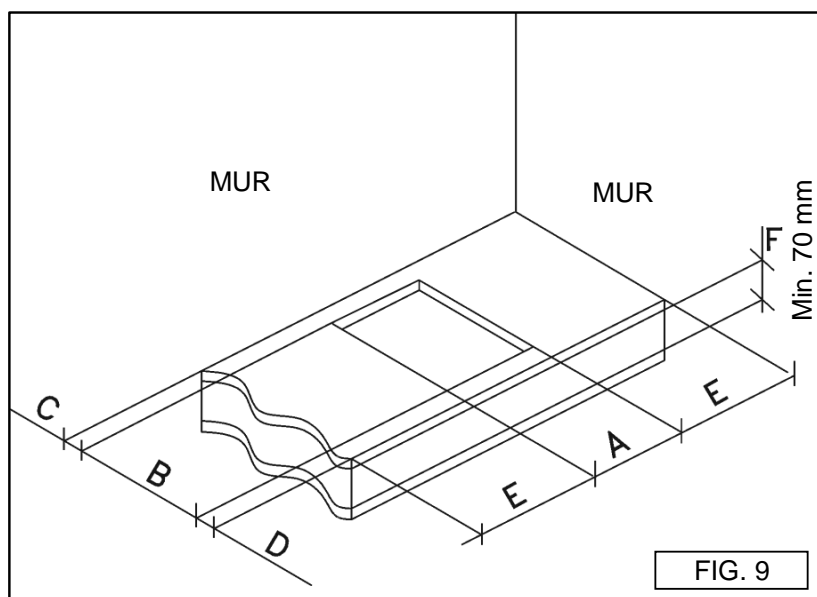
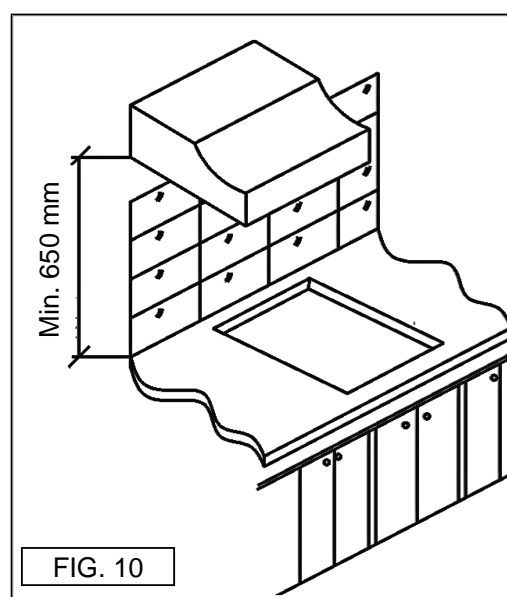

FIG. 9
FIG. 10
Pour encastrer la plaque, il est nécessaire de faire une découpe dans le plateau supérieur du meuble modulaire avec les mesures, indiquées dans la fig. 9, et s'assurer de l'observation des mesures critiques de l'espace où l'appareil doit être installé (voir la fig. 10).
- Pour exclure le contact involontaire avec la surface de la caisse de la plaque, surchauffée pendant son fonctionnement, il est nécessaire de placer un séparateur en bois, fixé par vis, à la distance minimale de 70 mm de la plaque (fig. 9).
L'installateur doit être informé que l'appareil peut être installé avec une seule paroi latérale (à droite ou à gauche de la plaque), dont la hauteur est supérieure au niveau de la plaque de cuisson, cette paroi doit être située à la distance minimale, décrite dans la figure 9. Aussi, la paroi derrière et les surfaces adjacentes et environnantes à la plaque de cuisson doivent résister la température de 90 °C.